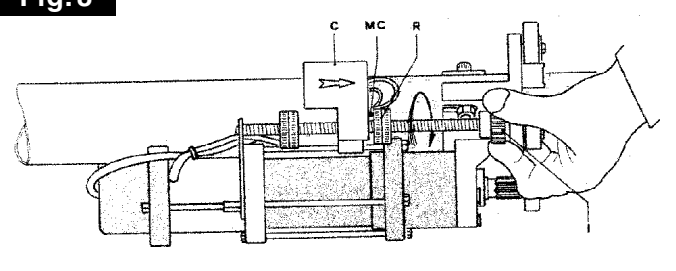

Fig. 9
- Efectue um furo F na extremidade superior da grade de enrolar, em seguida fixe a grade de enrolar à polia de avançamento por intermédio do parafuso V (fig. 9).